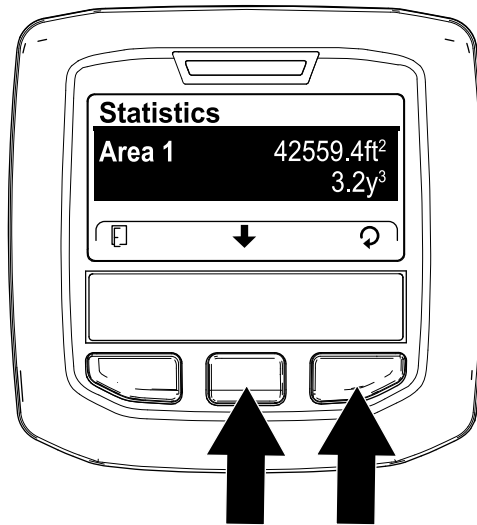

Figura 106
1. În ecranul STATISTICS (Statistici), apăsați butonul central InfoCenter până când este selectată opțiunea AREA 1 (Zona 1) (Figura 106).